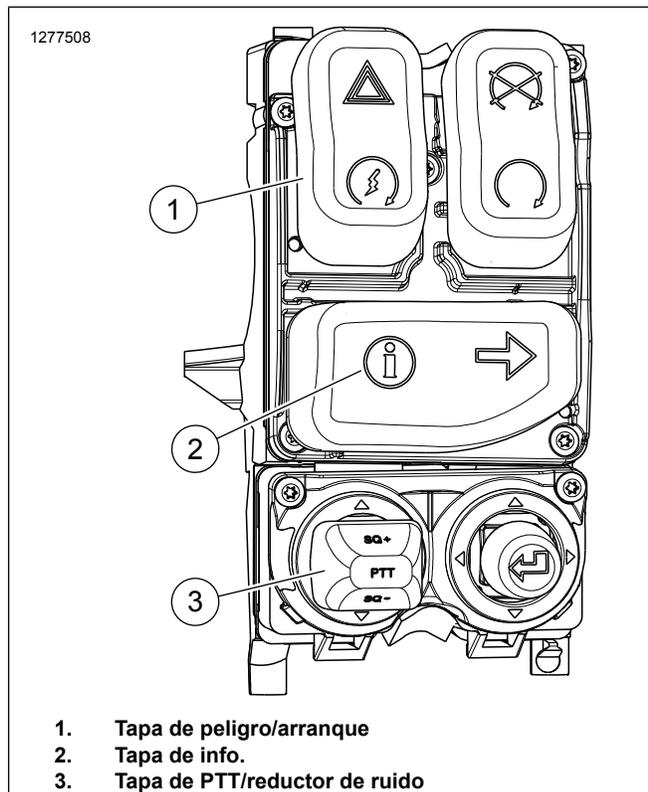

Figura 6. Control derecho 2014 y posteriores (71500130C)
1. Vea Figura 6 . Reemplazo del módulo de control manual con el N.º de pieza 71500130C. Vea el manual de servicio.
- b. Vea Figura 6 . Quite la tapa de info. (2) del módulo de control.
- b. Vea Figura 6 . Quite la tapa de info. (2) y tapa de peligro/arranque (1) del nuevo módulo de control.